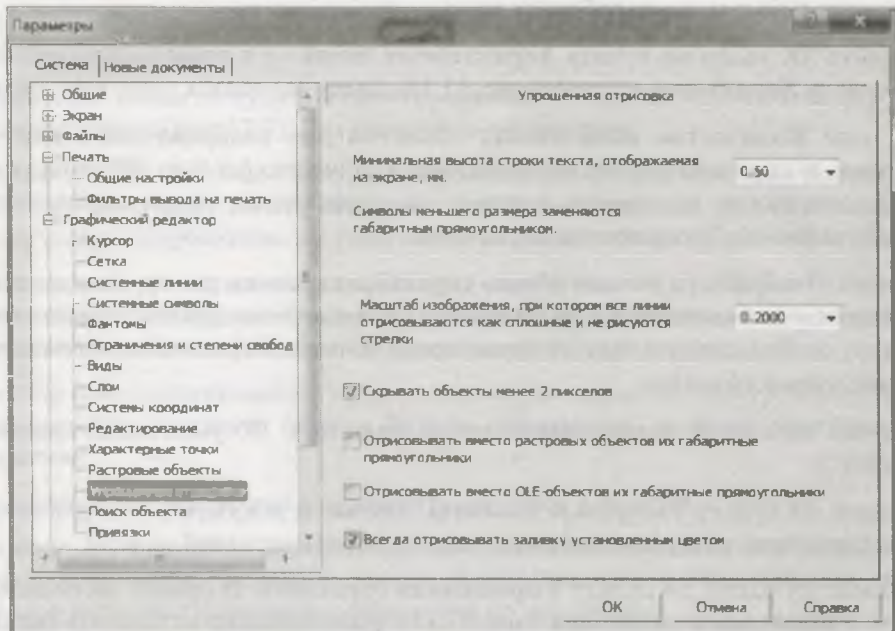

Рис. 17.11. Диалоговое окно Параметры с открытой панелью Упрощенная отрисовка
- ♦ щелкните ЛК мыши по пункту **Упрощенная отрисовка**. В правой части появилась панель **Упрощенная отрисовка** (рис. 17.11). На ней можно установить параметры упрощенного изображения объектов на экране. Упрощенная отрисовка применяется, когда текущий масштаб изображения становится слишком мелким для детального показа документа. По умолчанию включены опции **Скрывать объекты менее 2 пикселей** и **Всегда отрисовывать заливку установленным цветом**;